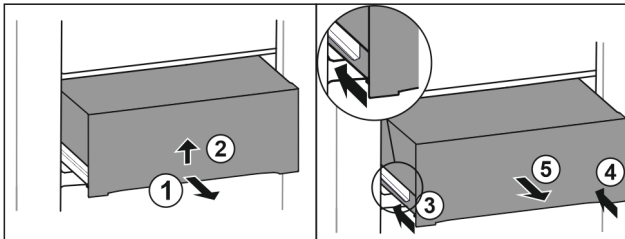

Fig. 26
- ▶ Lade er half uittrekken. Fig. 26 (1)
- ▶ Lade aan de onderkant optillen. Fig. 26 (2)
- ▶ Linker rail erin schuiven. Fig. 26 (3)
- ▶ Rechter rail erin schuiven. Fig. 26 (4)
- ▶ Lade naar voren toe verwijderen. Fig. 26 (5)